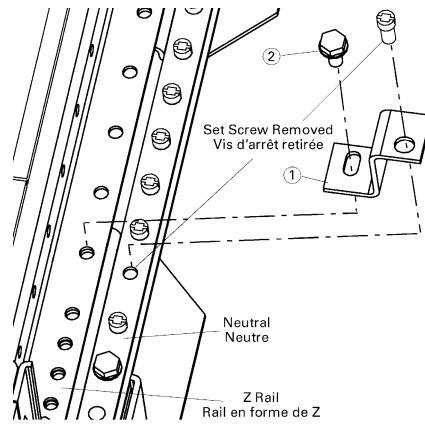
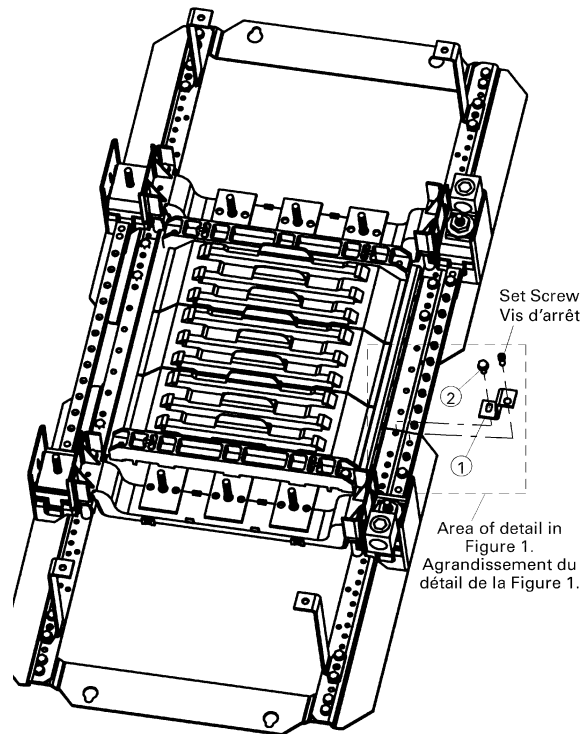

Figure 1. Installation of a Merchandise neutral bonding strap kit, catalog number BNDKT, into an old A Series 125 A or 225 A lighting panelboard (detail).
Figure 2. Installation of a Merchandise neutral bonding strap kit, catalog number BNDKT, into an old A Series 125A or 225A lighting panelboard.
Use the following procedure to install a Merchandise neutral bonding strap kit, catalog number BNDKT, into a Reliagear™ 125A or 225A lighting panelboard. Call-out numbers in Figures and numbers in brackets in the text refer to the Item Numbers in Table 1. Figure 1 shows a detailed view of the installation, while Figure 2 shows the complete interior assembly. Figure 5 shows the installation in new panelboard.
- 2.a) For old panel - Remove the indicated set screw, as shown in Figure 1, from the neutral bar. Place the bonding strap [1] over the hole vacated. Fasten with the set screw removed. Do not tighten the screw. Position the free end of the bonding strap [1] over the appropriate hole in the Z rail and secure with the #10-32 x ³/₈ [2] screw supplied. Tighten the screw to 27–36 in-lb.
Utiliser la procédure suivante pour installer un kit de courroie de fixation du neutre Merchandise, numéro de catalogue BNDKT, dans un panneau d'éclairage Reliagear™ 125A ou 225A. Les numéros des Figures les numéros entre parenthèses dans le texte réfèrent aux numéros des items de la Table 1. La Figure 1 montre une vue détaillée de l'installation, tandis que la Figure 2 montre l'assemblage de l'intérieur au complet. Le schéma 5 montre l'installation dans le nouveau panelboard.
Figure 1. Installation d'un kit de courroie de fixation du neutre Merchandise, numéro de catalogue BNDKT, dans un panneau d'éclairage vieux A Series 125 A ou 225 A (détail).
Figure 2. Installation d'un kit de courroie de fixation du neutre Merchandise, numéro de catalogue BNDKT, dans un panneau d'éclairage vieux A Series 125A ou 225A.